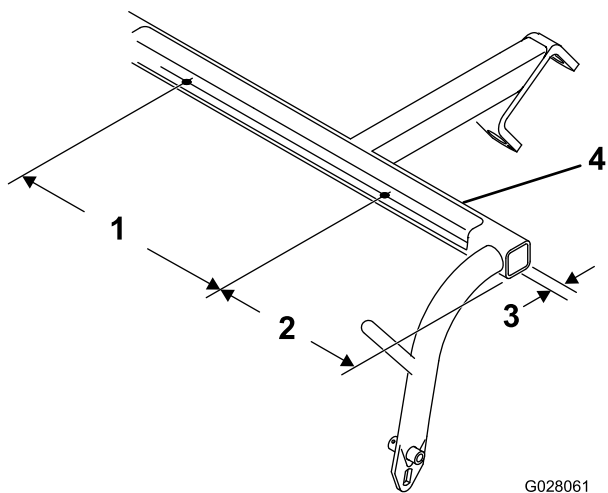

Figure 2
1. À l'aide des dimensions indiquées sur la Figure 2, percez 2 trous de 5,6 mm de diamètre sur la face inférieure de chaque tube transversal du bras de traction.